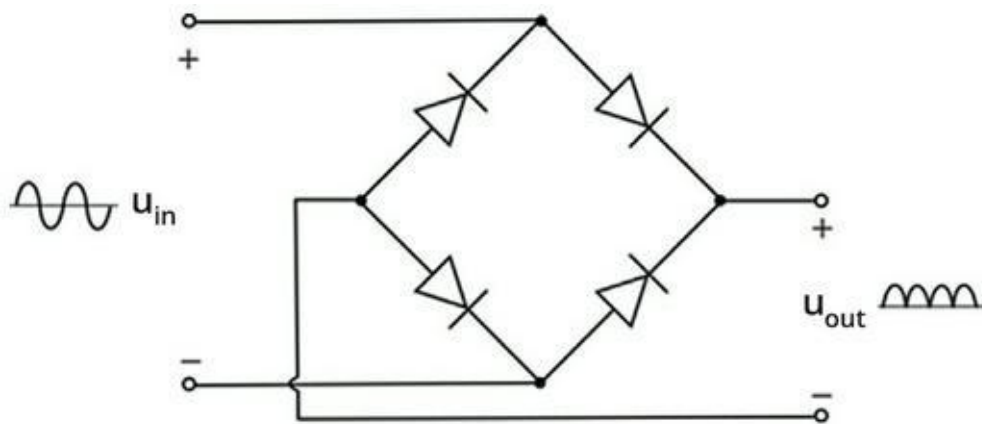

FIGURE 9-7 Dans un pont de redressement, quatre diodes transforment le courant alternatif en courant continu à ondulations.
- » **Redressement double alternance** : Le montage de quatre diodes sous forme d'un *pont de redressement* permet de transformer les deux parties (négative et positive) du signal alternatif en signal positif (voir Figure 9-7). Il s'agit du premier stade d'un processus d'alimentation en courant continu.